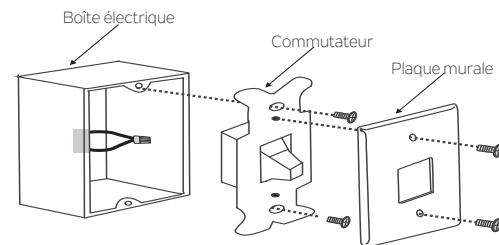

Fig. 26
Étape 1. Retirer la plaque murale existante et l'ancien interrupteur de la boîte électrique murale. Connecter les conducteurs NOIR (charge) ensemble à l'aide d'un écrou de connexion et les pousser délicatement dans la boîte de connexion. (Fig. 26)